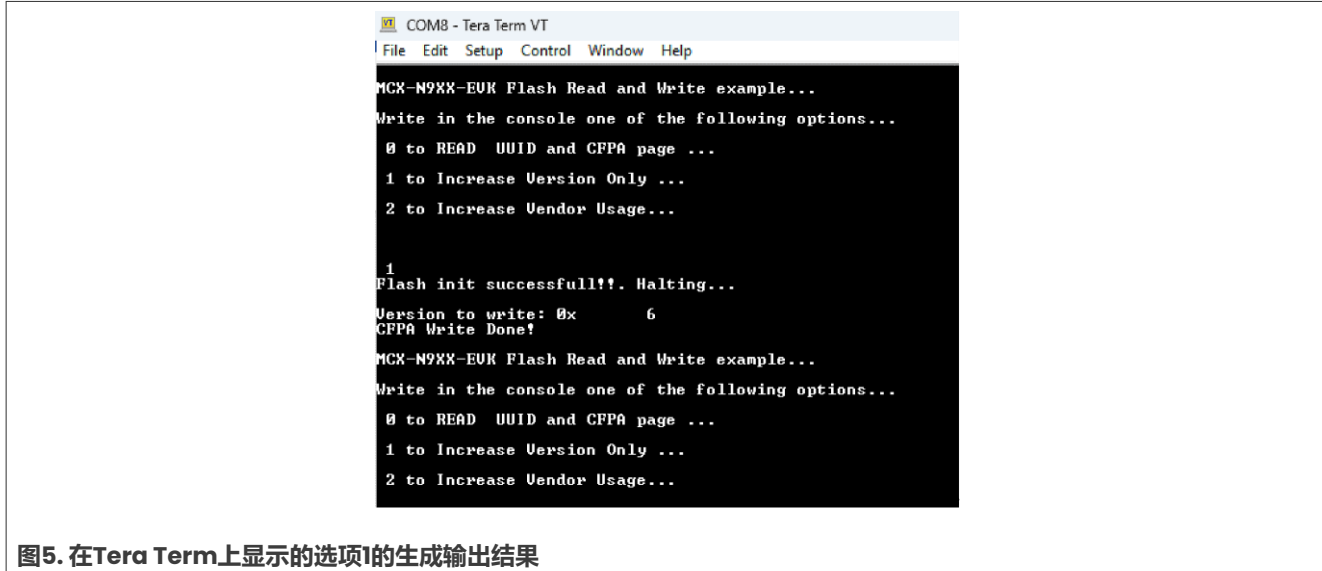

图5. 在Tera Term上显示的选项1的生成输出结果
- 2. 如果用户通过输入“1”选择第二个选项，则写入版本字段的CFPA页面版本将被更新，如图5所示。在确认信息（“CFPA Write Done!”）出现后，用户可以再次输入“0”来查看更新后的CFPA页面内容。